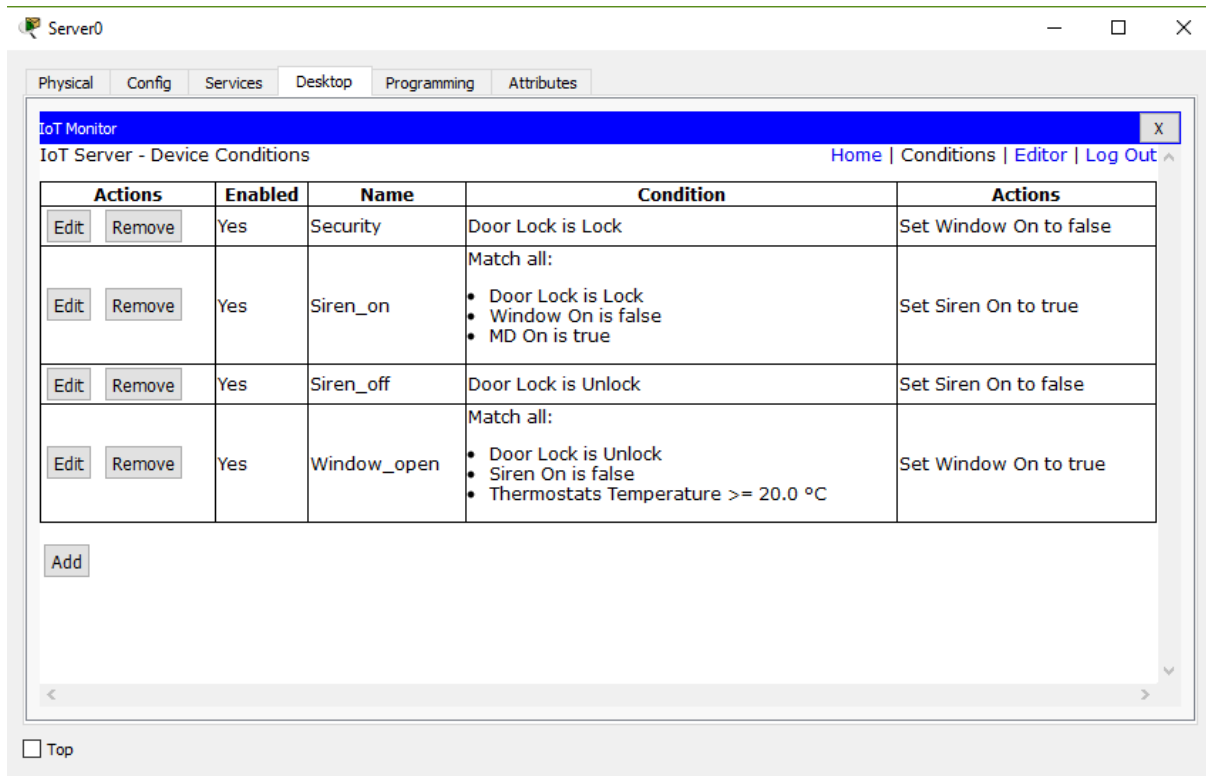

Рисунок 2 – Правила регулювання мікрокліматом
3. Також налаштовано керування мікрокліматом у приміщенні за допомогою правил. Ознайомитись з ними можна відкривши відповідну вкладку акаунту IoT. Зображення вкладки з правилами наведена на рис.2.
5. Для того, щоб взаємодіяти з пристроями IoT, потрібно натиснути «ALT+ЛКМ(на пристрій з яким ми хочемо взаємодіяти)». Наприклад в нашому випадку при температурі повітря вище 20С вікно відчиняється автоматично, але при закриті замку дверей, вікно зачиняється автоматично. Загалом про логіку поведінки пристроїв можна судити по правилам(рис.2)